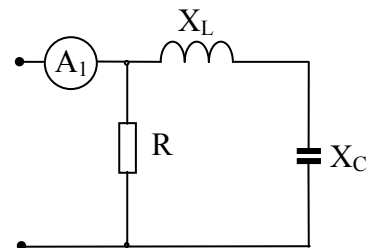

Рис. 2.5.3
2.5.3. Электрическая цепь (рисунок 2.5.3) подключена к источнику переменного напряжения 220 В частотой 50 Гц. Определить показание амперметра  $A_1$ , если  $R=500 \text{ Ом}$ ,  $X_L=1 \text{ кОм}$ ,  $X_C=2 \text{ кОм}$ .